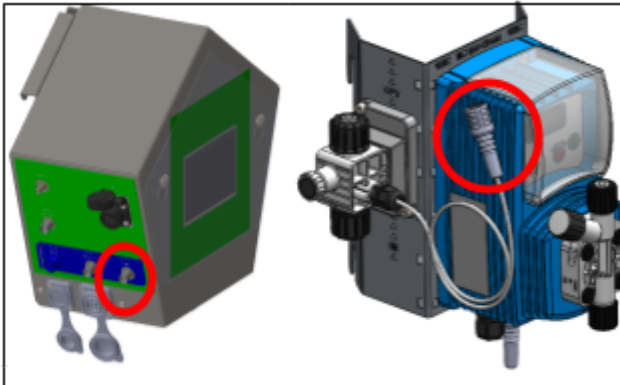

Abbildung 31.
12. Schließen Sie das Kabel der Durchflussregelung an „Flow check“ an (siehe Abbildung 31 für den Anschlusspunkt und die schematische Darstellung der Durchflussregelung).